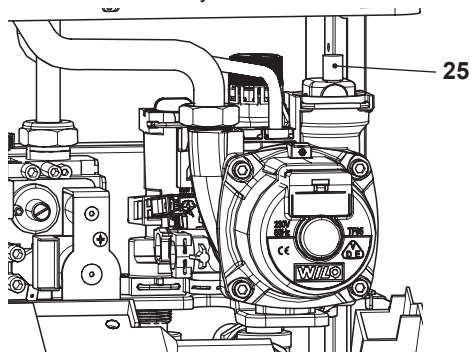
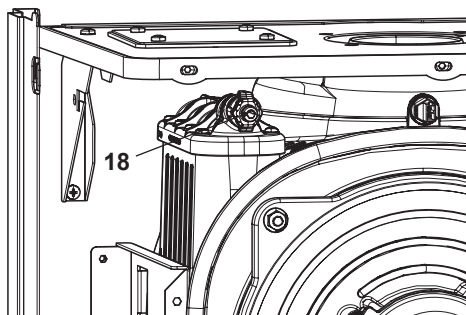

Рисунок 9.5
Рисунок 9.6
- Чтобы ускорить опорожнение, необходимо поднять пробку 25 автоматического воздуховыпускного клапана, см. Рисунок 9.5 и открутить выпускной патрубок первичного конденсирующего теплообменника 18, см. Рисунок 9.6.